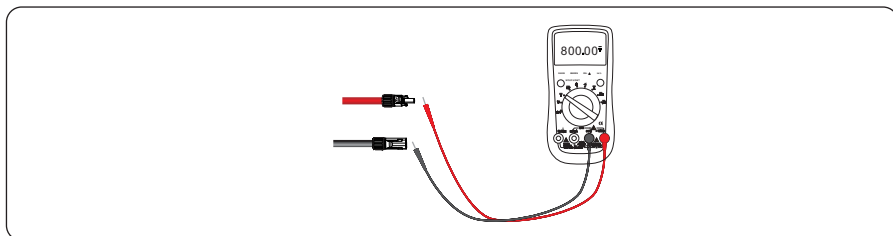

Figura 5.14 Verificando a tensão de todas as strings de rota
Passo 5 Meça a tensão de todas as strings usando um multímetro. Certifique-se de que as polaridades dos cabos de alimentação de entrada CC estão corretas, conforme mostrado na Figura 5.14.